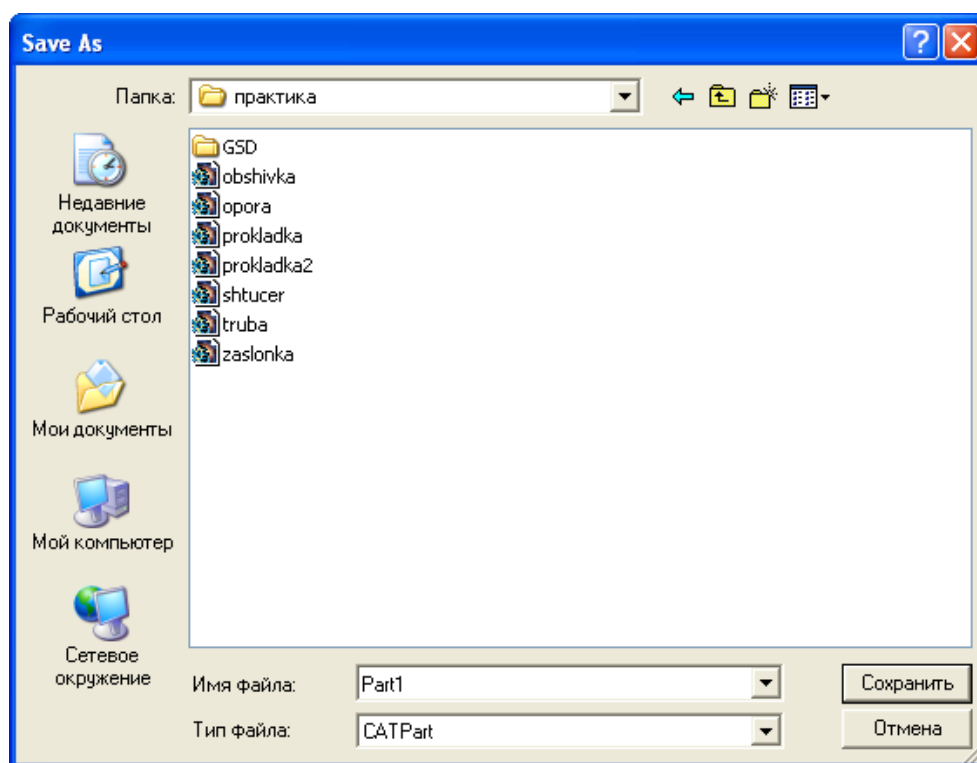

Рис. 29
- 3) Натиснути кнопку "Save As ..." для відкриття діалогового вікна (Рис. 29).